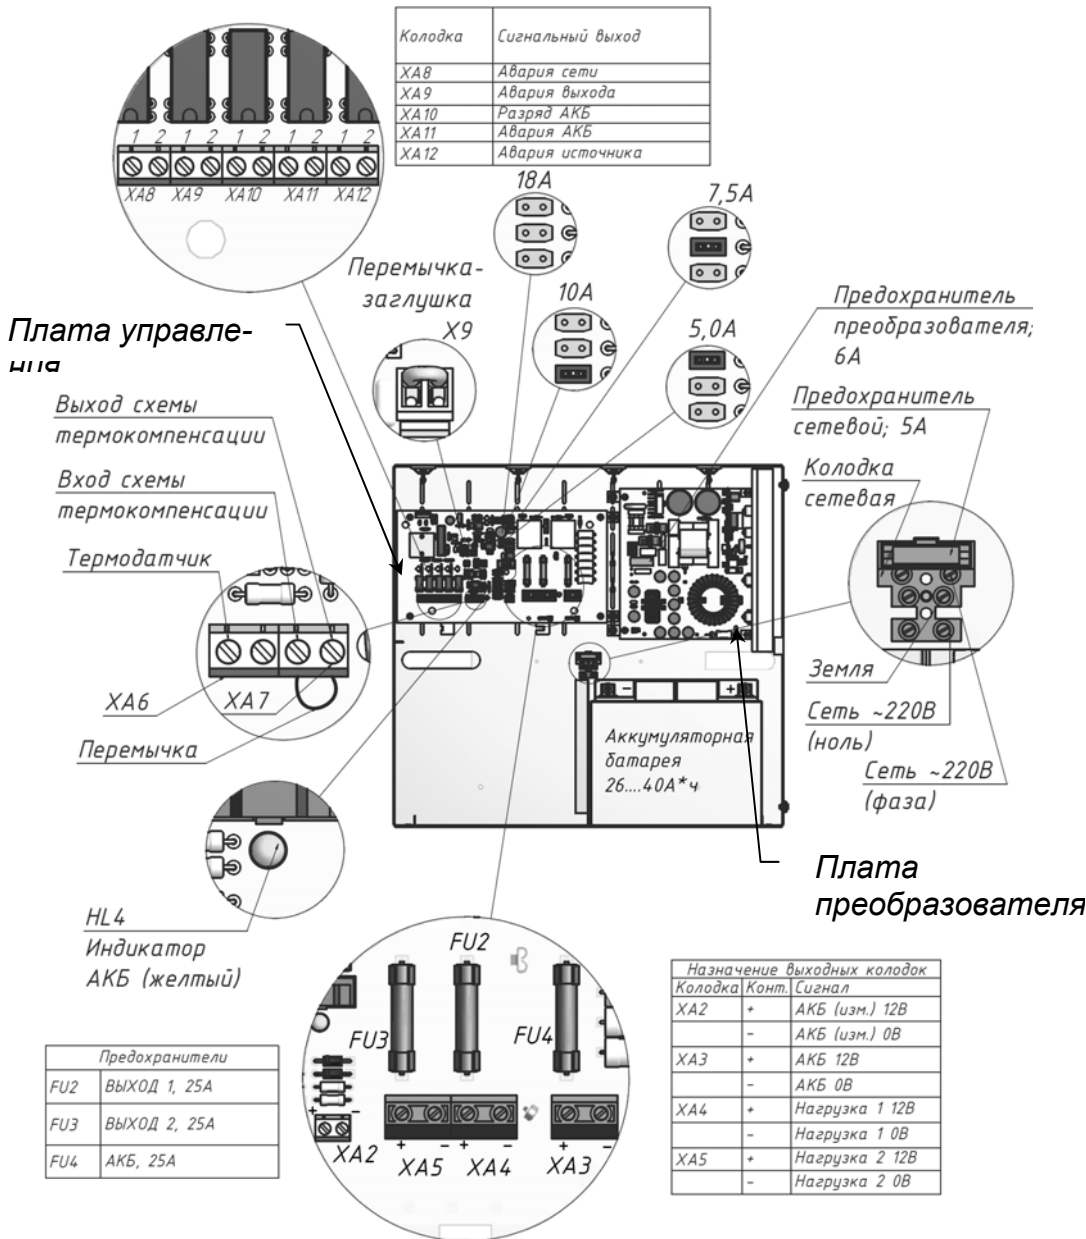

Рисунок 1 Общий вид источника с открытой крышкой
- выдачу информационных диагностических сообщений (подключение внешних цепей индикации) и (или) управление внешними устройствами автоматики замыкающими контактами пяти реле сигнальных выходов (см. рисунок 1 и таблицу 3);
Схемой источника предусмотрен разъем Х9, расположенный на плате управления (см. рисунок 1) и предназначенный для подключения внешнего управляющего контакта «ВЫХОД» (контакт внешнего реле, кнопки или тумблера). Контакты разъема Х9 замкнуты предустановленной переключкой-заглушкой (заводская установка).
Источник обеспечивает ограничение тока заряда АКБ. Выбор одного из четырех значений ограничения тока заряда АКБ осуществляется установкой/удалением соответствующей перемычки типа «джампер» (см. рисунок 1) в соответствии с рекомендациями таблицы 2.
Выполните подключение внешних цепей к источнику в соответствии с назначением клемм подключения (Рисунок 1) в следующей последовательности:
- ♦ Провод заземления подключите к клемме заземления на сетевой колодке (см. рисунок 1).
- ◆ Подключите, соблюдая фазировку, сетевые провода и провод заземления к соответствующим контактам сетевой клеммной колодки, (см. рисунок 1).